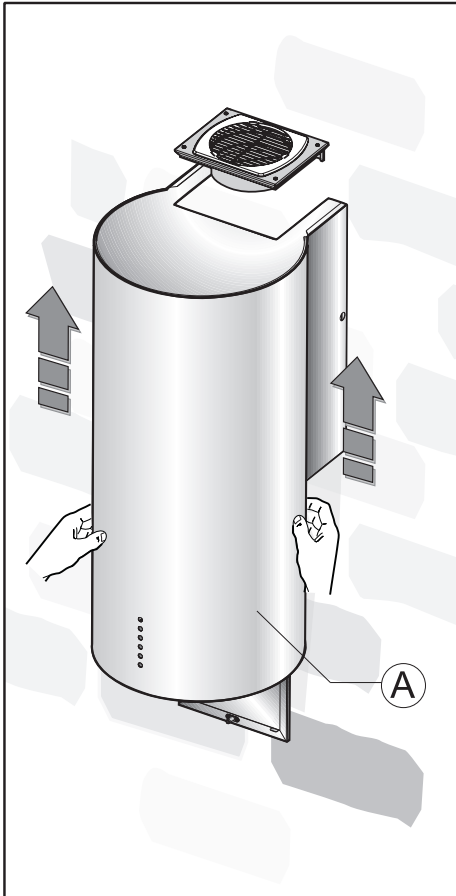

Fig.10
- Coloque el armazón A en la pared (**Fig. 7**) y proceda a alinearlos con la estructura empujándolo hacia arriba (**Fig. 10**).